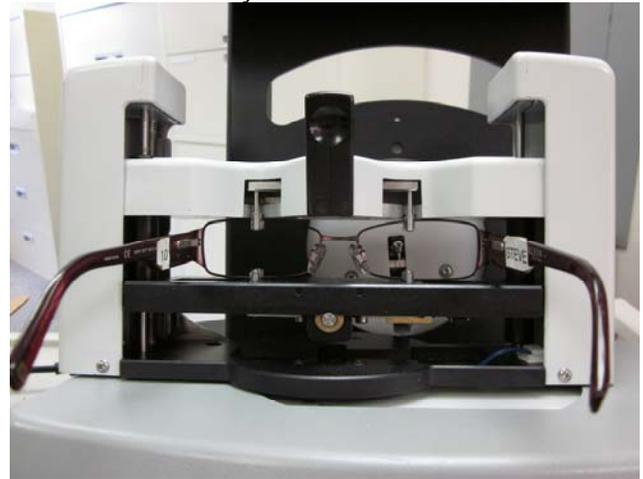

Figura 3.1b: Armação inserida e pronta para a marcação.
4. Libere o atuador do suporte da armação. A Figura 3.1b exibe a armação montada.